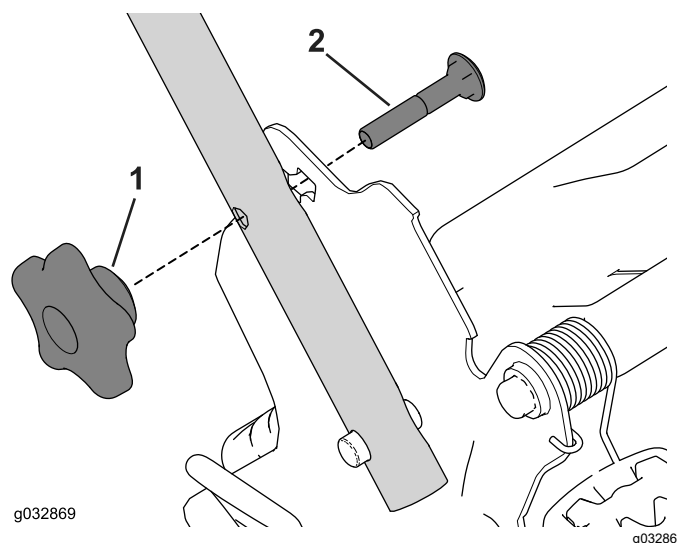

Figura 20
1. Togliete e conservate le 2 manopole della stegola e i 2 bulloni a testa tonda dalle staffe della stegola (Figura 20).